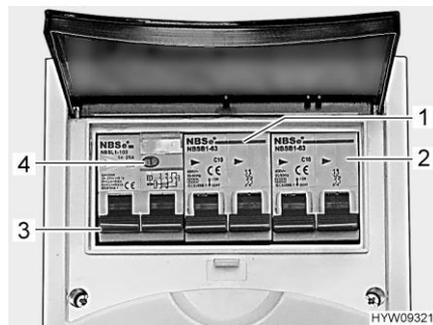

Fig. 111 Interruttore di sicurezza e interruttore automatico FI (scatola dei fusibili a 230 V)
Un interruttore di sicurezza per correnti di guasto (interruttore automatico FI) (Fig. 111,3) nella scatola dei fusibili protegge l'intero veicolo da correnti di guasto (30 mA).
L'interruttore di sicurezza collegato in serie (10 A) (Fig. 111,1) protegge le prese da 230 V, la centralina elettrica, il caricabatteria supplementare e il frigorifero.
Per veicoli con dotazioni opzionali, p. es. l'impianto di climatizzazione a tetto, un ulteriore interruttore di sicurezza (16 A) (Fig. 111,2) protegge l'apparecchio.
- Se il veicolo è collegato all'alimentazione a 230 V, premere il tasto di controllo (Fig. 111,4). L'interruttore di sicurezza per correnti di guasto (FI) deve scattare.